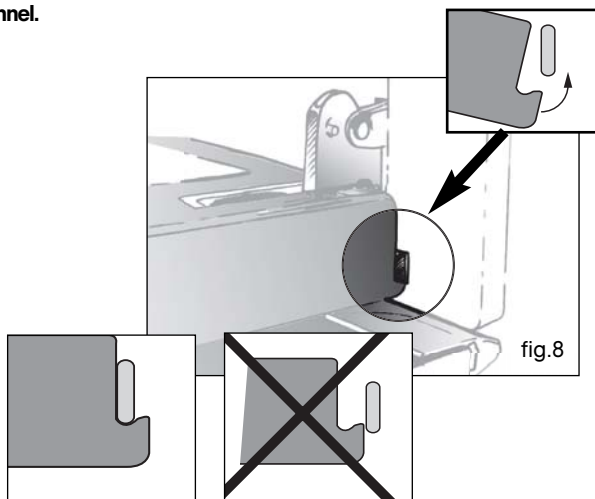

fig.8
- Prenez bien soin de correctement engager le cadre sous l'ergot à coté de la charnière (fig.8).